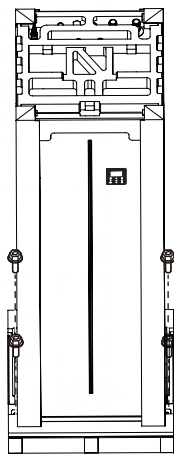

Рис. 2-3
- Выкрутите 4 винта из деревянного основания (см. Рис. 2-3).